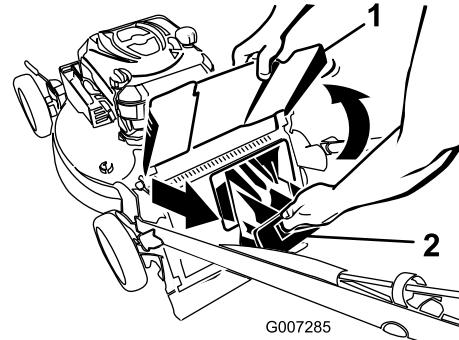

Figura 32
- Levante y sujeté el deflector de descarga (Figura 32).
- Saque el tapón de descarga trasera (Figura 32).